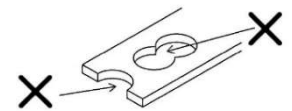

図 F-1
1. 材料の縁を半分抜いたり、穴と穴を重ねて抜くことはしないで下さい。無理な力が掛り、本体、替刃の損傷、及び怪我の原因になります。(図F-1)